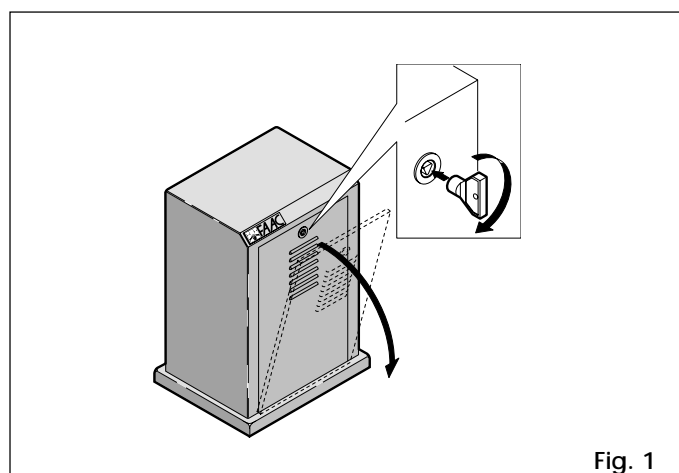

Fig. 1
- Un microinterruttore di sicurezza nel sistema di sblocco impedisce che impulsi involontari inviati all'automazione possano azionarne il funzionamento (fig. 1 rif. 7).
- Aprire lo sportello del carter di protezione per mezzo della chiave triangolare in dotazione (vedi Fig. 1).